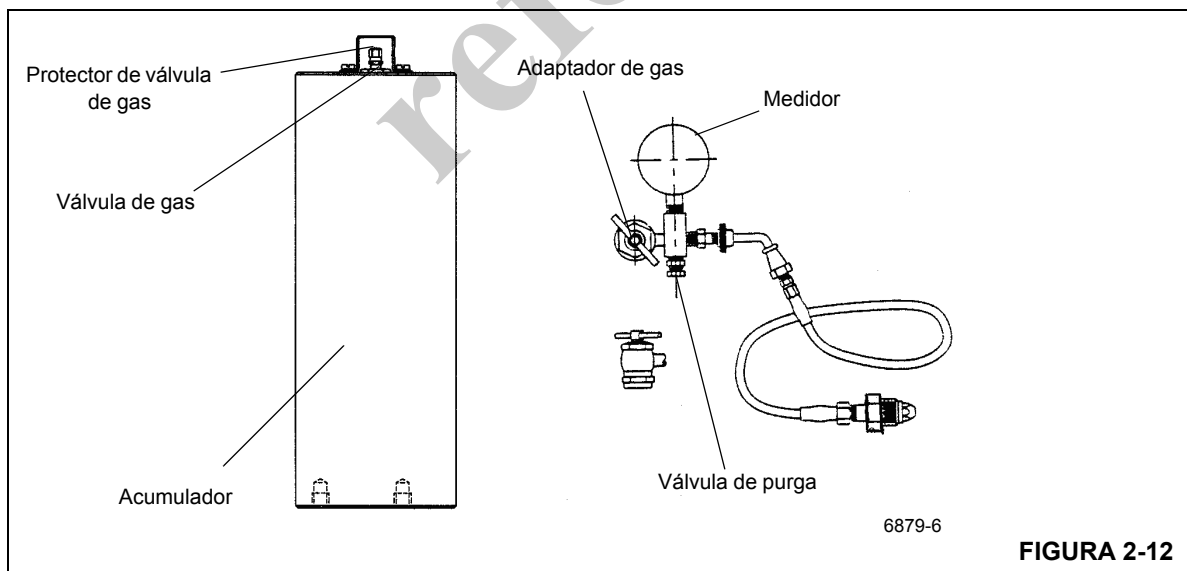

FIGURA 2-12
1. Con el motor apagado, descargue todo el aceite almacenado en los acumuladores pisando el pedal de frenos de servicio en la cabina varias veces. Retire el protector y la tapa de la válvula de gas del acumulador (Figura 2-12)
2. Antes de conectar el conjunto de carga (Figura 2-12) a la válvula de gas del acumulador, desenrosque completamente la manija en "T" del adaptador de gas (sentido contrahorario).
6. Si la presión mide 8.3 ±0.4/-0 MPa (1200 ±50/-0 psi), retire el conjunto de la válvula de carga girando la manija en "T" completamente hacia afuera en el adaptador de gas y después abriendo la válvula de purga (Figura 2-12).
1. Con el motor apagado, descargue todo el aceite almacenado en los acumuladores pisando el pedal de frenos de servicio en la cabina varias veces. Retire la válvula de gas y su tapa del acumulador (Figura 2-12).
3. Antes de conectar el conjunto de carga (Figura 2-12) a la válvula de gas del acumulador, desenrosque la manija en "T" del adaptador de gas completamente (sentido contrahorario).
7. Si la presión de precarga es mayor que $8.3 +0.4/-0$ MPa ($1200 +50/-0$ psi), cierre la válvula del cilindro de nitrógeno y abra la válvula de purga lentamente en el conjunto de carga (Figura 2-12) hasta que la presión de precarga tenga el valor correcto.